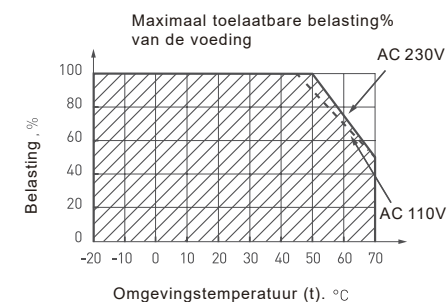

FIG. 3. Capaciteit van de stroomvoorziening, afhankelijk van de temperatuur
- 4.3 . Belast de stroombron niet met meer dan 80% van het maximale vermogen. Houd er rekening mee dat naarmate de omgevingstemperatuur stijgt, het maximale vermogen van de voeding afneemt, zie FIG.3.